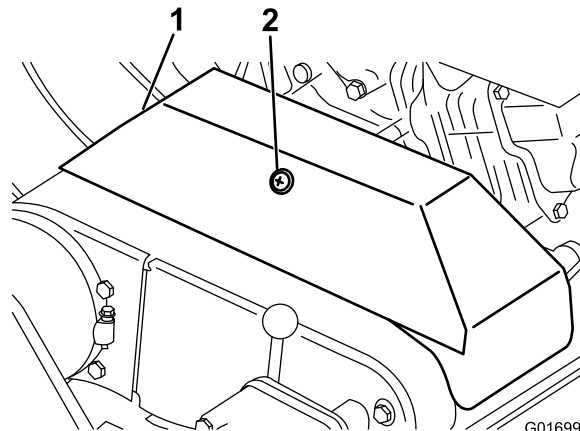

図 43
るめて、カバーを開ける（図 43）。
2. V ベルトカバーを固定しているリテーナをゆるめて、カバーを開ける (図 43)。